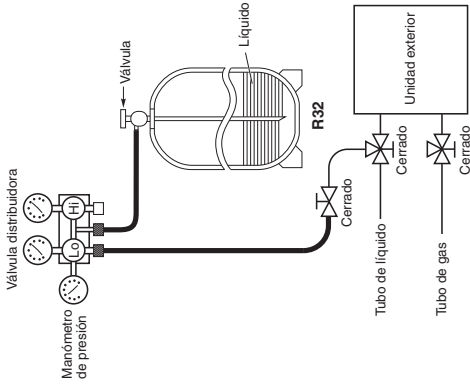

Fig. 7-1
- Cargue refrigerante adicional (calculado según la longitud del tubo de líquido como se muestra en la sección "1-4. Tamatno de los tubos"), utilizando la válvula de servicio del tubo de líquido. (Fig. 7-1)